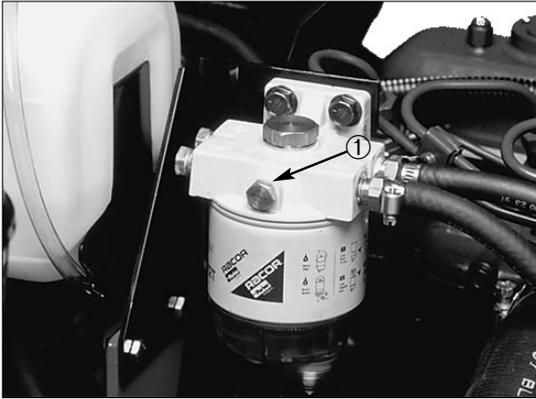

Bild 15
2. Brechen Sie die Entlüftungsschraube an der Oberseite des Kraftstoffilters/Wasserabscheiders (Bild 15) auf.